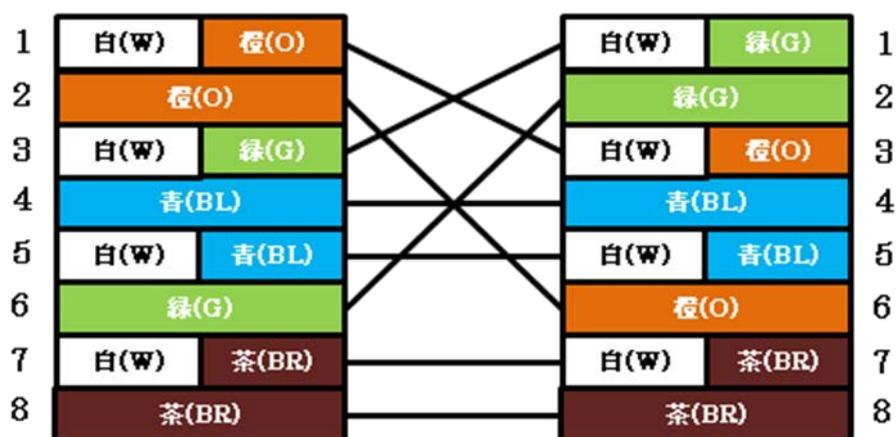

図5-3クロスケーブル(568B-A)
- クロスケーブル (568B-A)： 図5-3で示すように一方の端のピン配置は568B規格に従い、もう一方の端のピン配置は568A規格に従います。